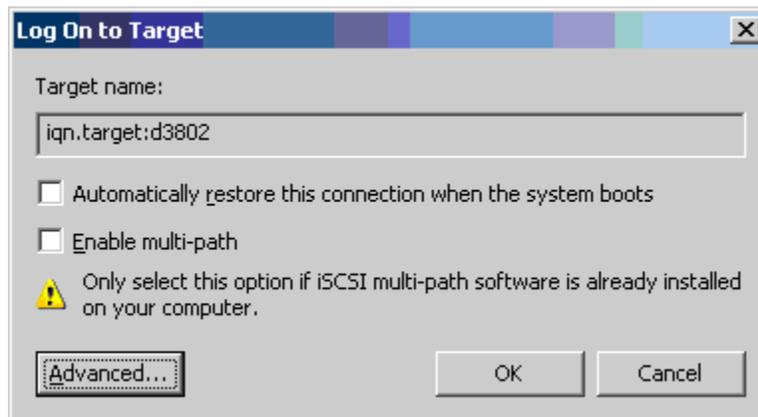

Abbildung 10-13. Log On to Target (Bei Ziel anmelden)
- Klicken Sie im Dialogfeld „Log On To Target“ (Bei Ziel anmelden) (Abbildung 10-13) auf **Advanced** (Erweitert).